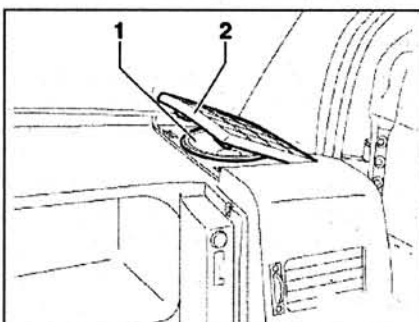

Рис. 8.33. Снимите крышку 2 и извлеките громкоговоритель 1, отсоединив от него разъем проводки.
2. Снимите крышку 2 и извлеките громкоговоритель 1, отсоединив от него разъем проводки (рис. 8.33).